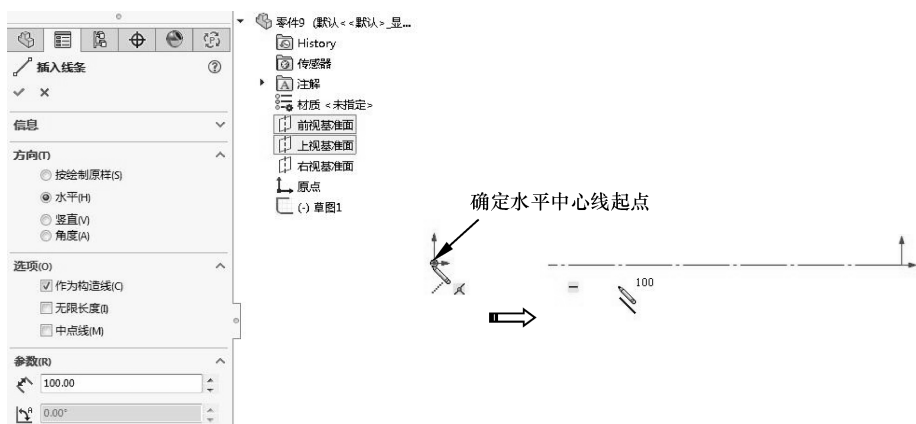

图 2-7 绘制水平中心线
- 03 单击【中心线】按钮，在【插入】面板中选择【水平】单选按钮，输入长度参数值为 100，然后让在原点单击，直至光标向左，即可完成水平中心线的绘制，如图 2-7 所示。